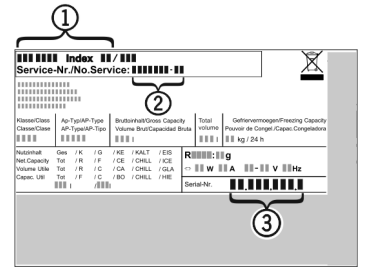

Fig. 13
► Lugege tüübisildilt maha seadme nimetus Fig. 13 (1), teenindusnr Fig. 13 (2) ja seerianr Fig. 13 (3). Tüübisilt asub seadme vasakul siseseinal.
► Teavitage klienditeenindust ja edastage viga, seadme nimetus Fig. 13 (1), teenindusnr Fig. 13 (2) ja seerianr Fig. 13 (3).